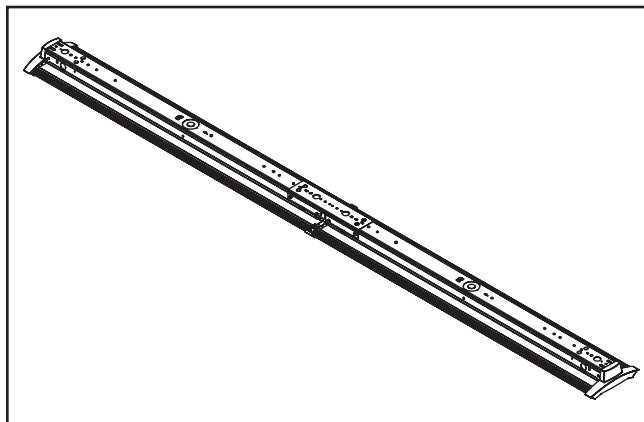

Figure 5.
5. Finaliser l'installation conformément aux instructions se rapportant au produit standard. (Figure 5.)